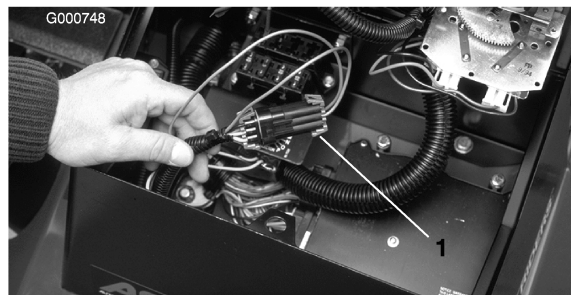

Figura 26
2. Abra a tampa do painel de controlo. Localize o conector dos fios e do circuito. Com cuidado, desligue o conector do circuito do conector dos fios (Figura 26).